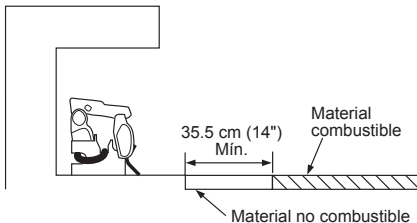

Figura 8 - Distancias mínimas de la chimenea cuando se instala a nivel del suelo
- A. Cuando instale el calentador a nivel del suelo, debe dejar una distancia mínima de 35.5 cm (14") hacia los materiales combustibles (consulte la figura 8).